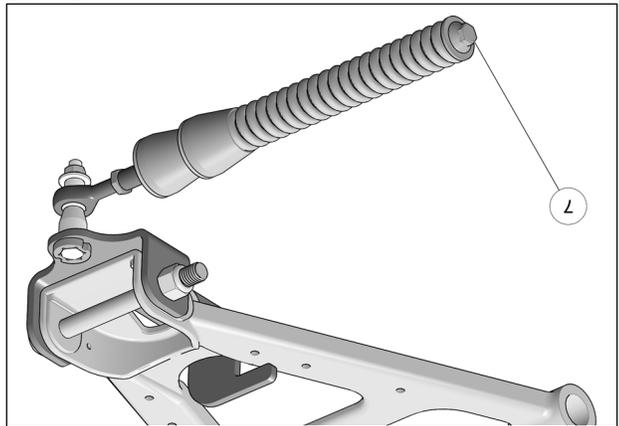

Fig. 13
12. Vérifier que le boulon du ressort (7) est serré au couple recommandé: 75 N•m [55 lb•pi]. Fig. 13